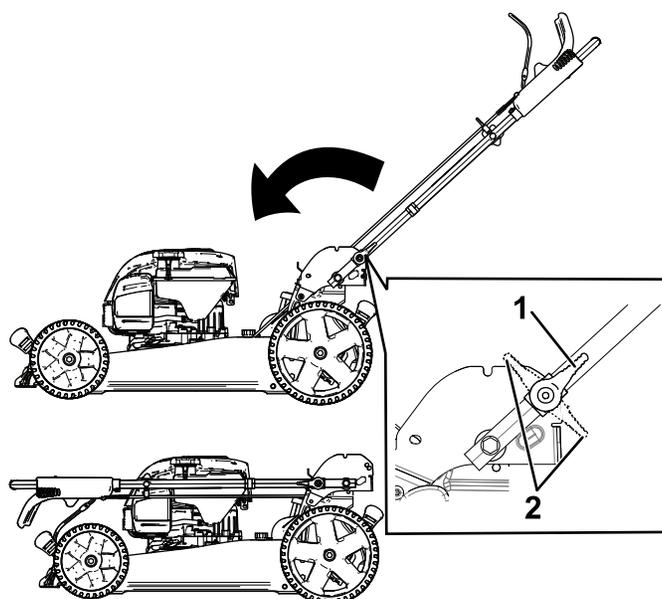

Figure 22
3. Ouvrez les verrous (Figure 22).
4. Rabattez le guidon complètement en avant (Figure 22).